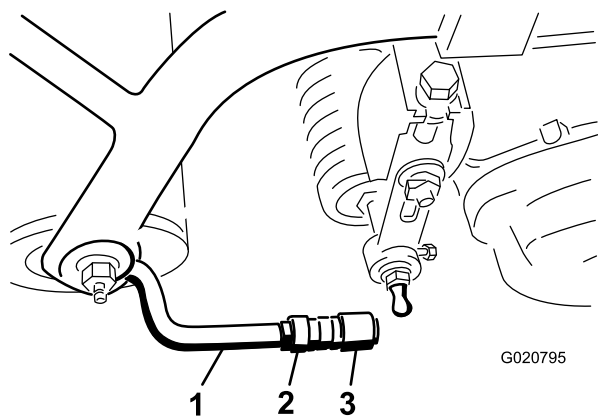

Figura 9
5. Efetue o alinhamento dos suportes com as juntas esféricas, de forma a que a zona aberta do suporte se encontre perfeitamente centrada com o tampão esférico. Aperte as porcas para fixar os suportes na posição correta (Figura 9).